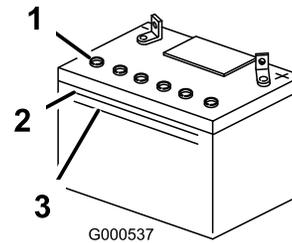

Figura 50
1. Mire hacia el lateral de la batería. El electrolito debe llegar a la línea **superior** (Figura 50). No permita que el electrolito esté por debajo de la línea inferior (Figura 50).
3. Retire los tapones de ventilación de la batería (Figura 50).
4. Vierta lentamente agua destilada en cada célula de la batería hasta que el nivel de electrolito llegue a la línea superior (Figura 50) de la caja de la batería.
5. Espere de cinco a diez minutos después de llenar las células de la batería. Añada agua destilada, si es necesario, hasta que el nivel de electrolito llegue a la línea superior (Figura 50) de la caja de la batería.